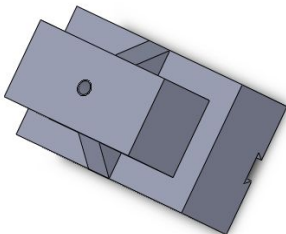

图 4-119 双侧筋特征
(4) 使用同样的方法在基体另一面做筋特征，完成后的结果如图 4-119 所示。